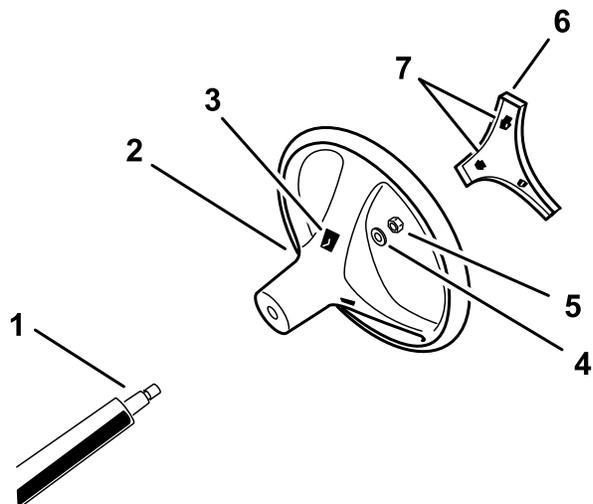

图3
4. 如**图3**所示使用锁紧螺母将方向盘固定到转向轴上上紧扭矩至 2429N·m。
5. 将盖上的凸耳与方向盘中的凸耳槽对准将中心盖卡入方向盘轮毂**图3**。